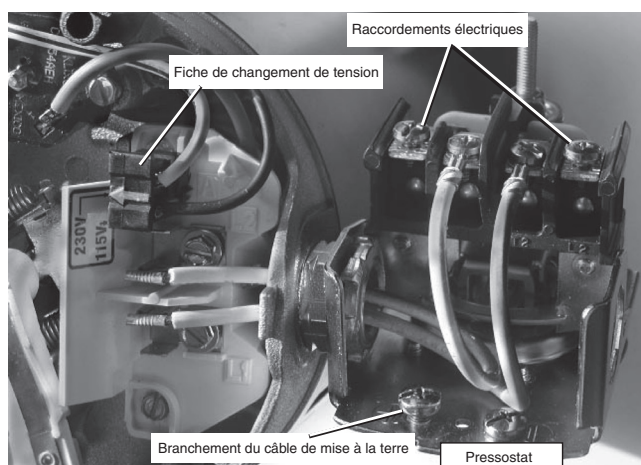

Figure 14 : Tension réglée à 230 V, type de fiche
4. Fixez les fils d'alimentation entrants aux deux vis extérieures du pressostat, comme illustré à la figure 14.
5. Fixez le fil de terre à l'un des raccords de mise à la terre, comme illustré à la figure 14.